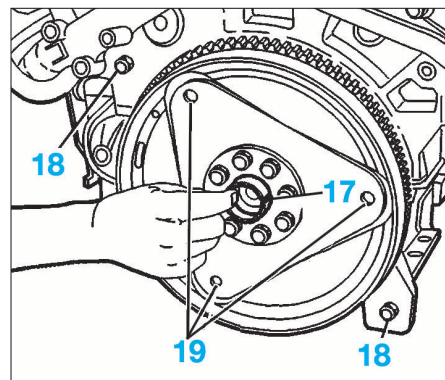

FIG. 13
- Remplacer la bague de guidage (17) du convertisseur (Fig.13).